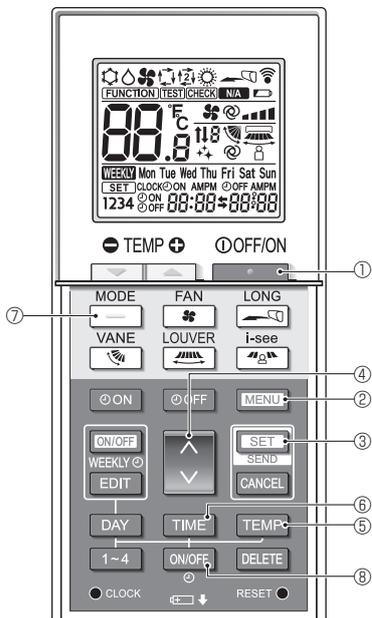

Fig. 6-9
1. Нажмите кнопку **STOP** ①, чтобы остановить работу кондиционера воздуха.
2. Нажмите кнопку **MENU** ②.
Отобразится экран настройки Function (Настройка функций) и будет мигать числовое значение функции ③. (Fig. 6-9)